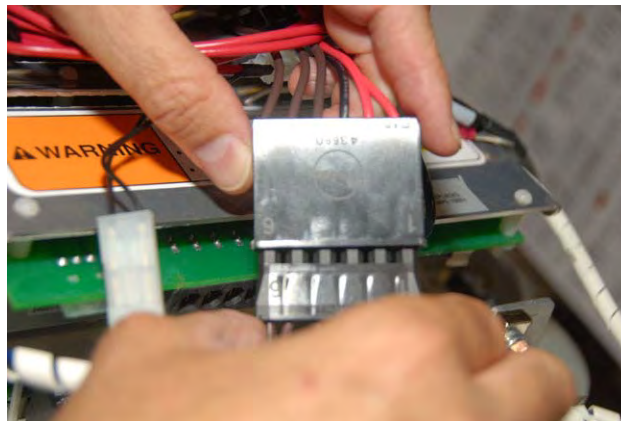

Figura 3 Collegare il cablaggio per prova al compressore
10. Collegare le due spine del cablaggio del compressore alle prese corrispondenti del cablaggio per prova bus CC (vedere Figura 3).